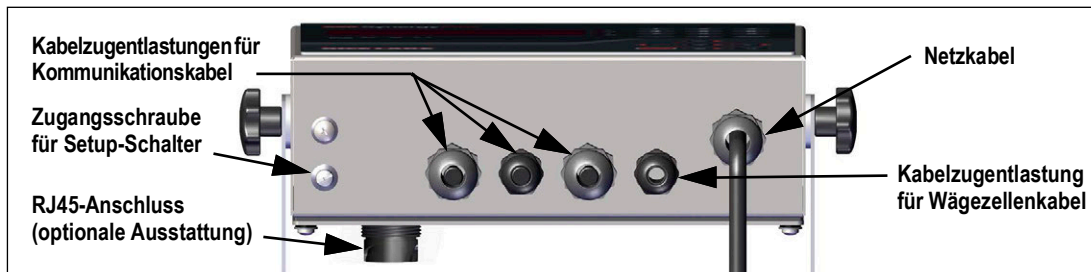

Abbildung 2-5. Empfohlene Zuordnung der Kabelzugentlastungen
Das Anzeigeterminal 680 ist mit fünf Kabelzugentlastungen an der Rückseite ausgestattet, über die Kabel in das Anzeigeterminal eingeführt werden können. Eine der Kabelzugentlastungen wird für die Stromversorgung verwendet. Die anderen vier dienen zur Aufnahme der Kabel für die Wägezellen, des seriellen Anschlusses, der digitalen Ein- und Ausgänge, Ethernet, Mikro-USB oder der optionalen Analogausgang-Kommunikationskabel. Eine Version des Anzeigeterminals 680 ist mit einem externen RJ45-Anschluss und einer Kappe versehen. Kabelstecker sind im Ersatzteilesatz enthalten und müssen an den leeren Kabelzugentlastungen installiert werden, um das Eindringen von Feuchtigkeit in das Gehäuse zu verhindern. Die beigefügten Stecker verwenden, um den optionalen RJ45-Anschluss abzudichten, wenn dieser nicht verwendet wird. Informationen zum Anschließen der Kabel für die Anwendung finden Sie in den folgenden Abschnitten. Die empfohlene Länge der Abisolierung beträgt 7 mm (0,25") für alle Kabel am Anzeigeterminal 680. Die empfohlene Zuordnung der Kabelzugentlastungen am Anzeigeterminal 680 kann Abbildung 2-5 entnommen werden.
- Ein 3-adriges Stromkabel (nicht im Lieferumfang enthalten) durch die Kabelzugentlastung in das Gehäuse einführen (Abbildung 2-5 auf Seite 13).